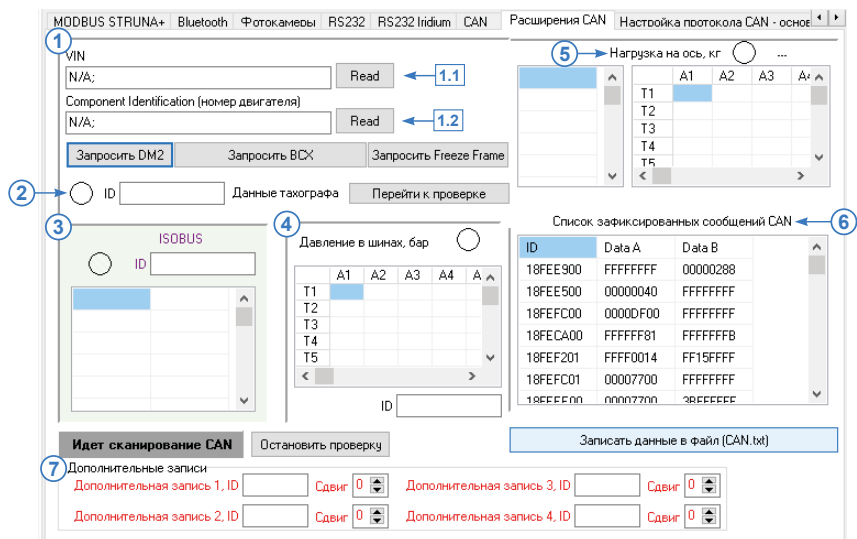

Рис.66. Вкладка «Расширения CAN».
Перейдите на вкладку «Расширения CAN» и включите опцию «Использовать простую настройку CAN», если она отключена. Вам будет доступно меню настройки расширенных записей CAN (Рис.66).
- Для запроса VIN кода транспортного средства необходимо нажать кнопку «Read» рядом с полем «VIN». Полученный код запишется в поле «VIN» (**Рис.66, п.1.1**).
- Для запроса номера двигателя транспортного средства необходимо нажать кнопку «Read» рядом с полем «Component Identification» (**Рис.66, п.1.2**). Полученный номер появится в этом поле.